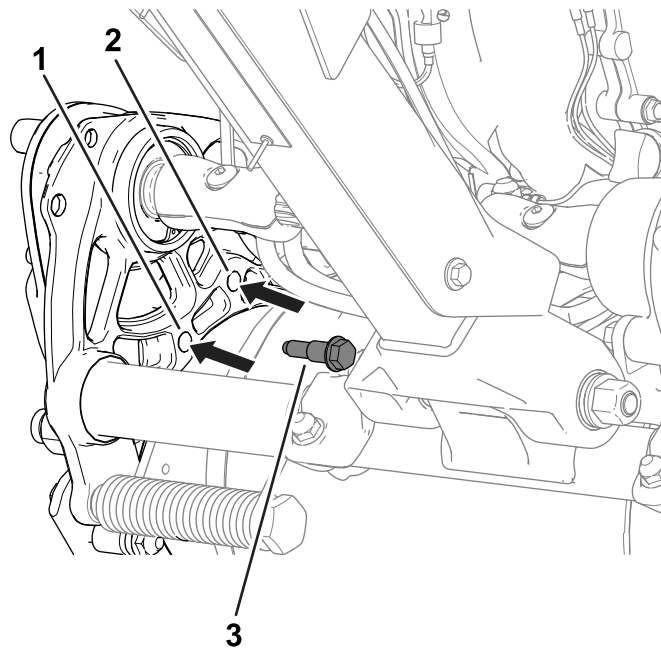

Рисунок 19
2. Снимите болты с буртиком (Рисунок 19) на каждой стороне машины, которые крепят корпус привода барабана к шасси.
4. С помощью ранее снятых болтов с буртиком закрепите корпус привода на шасси (Рисунок 19).